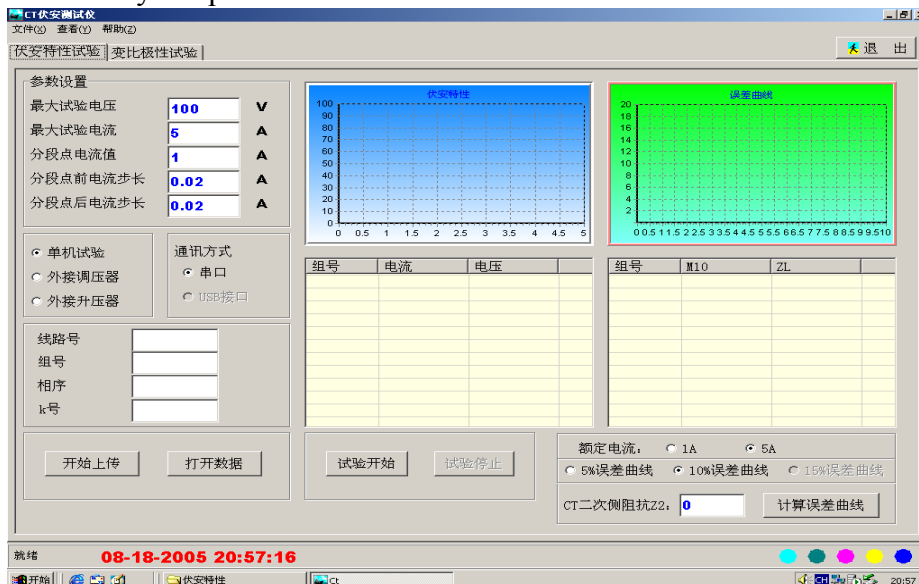

图4-1 伏安特性试验初始画面
4.1 伏安特性试验:软件打开后显示伏安特性试验的画面如图4-1所示